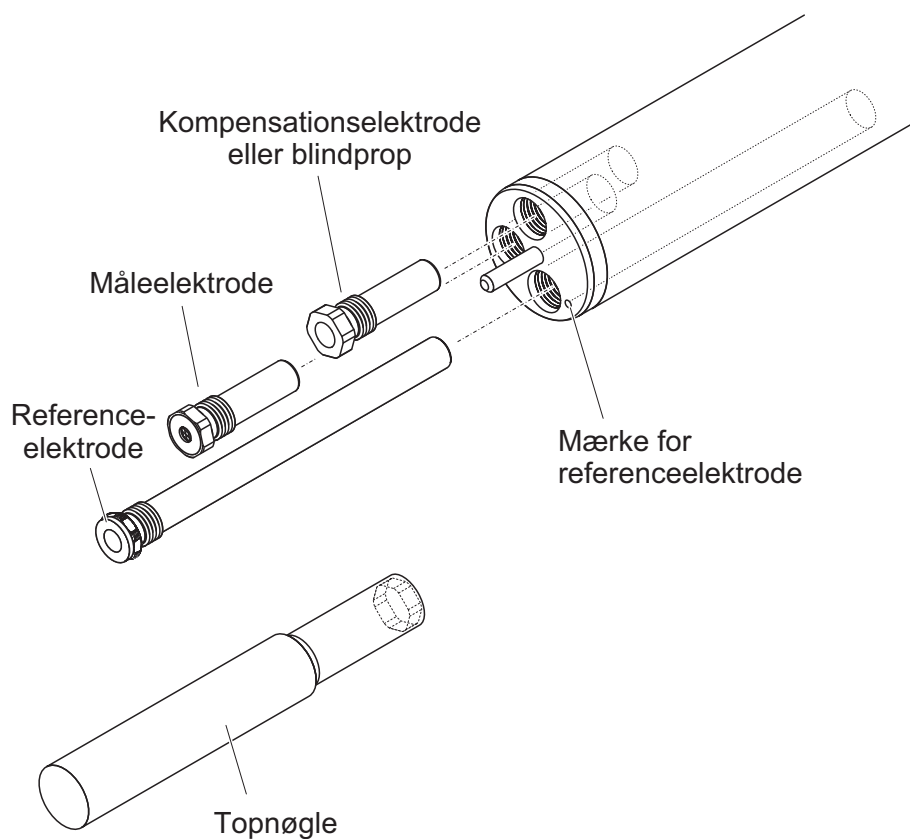

Fig. 3-3 Isættelse af elektroder i sensoren
- Stikket til referenceelektroden er mærket med en fordybning. Den stikker tydeligt dybere ind i sensoren end de to andre stik (se Fig. 3-3).